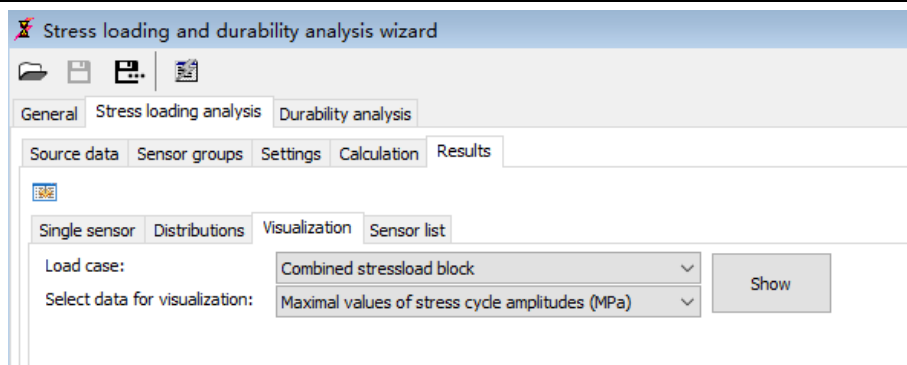

图 2.27
7. 设置**Select data for visualization** 为**Maximal values of stress cycle amplitudes (Mpa)**，如图 2.27所示。